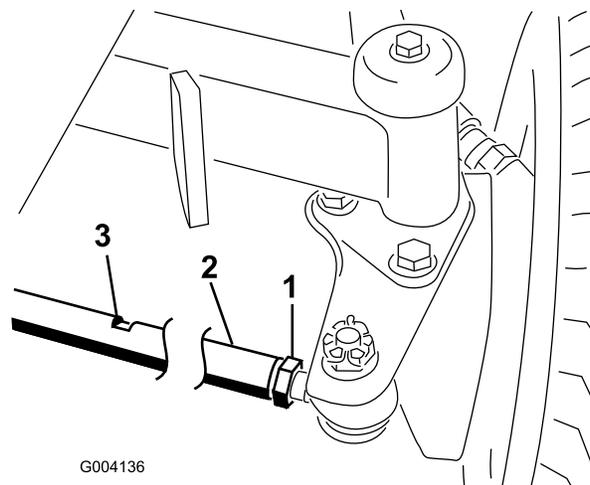

Рисунок 90
2. Ослабьте контргайку с каждой стороны стяжной тяги (**Рисунок 90**).